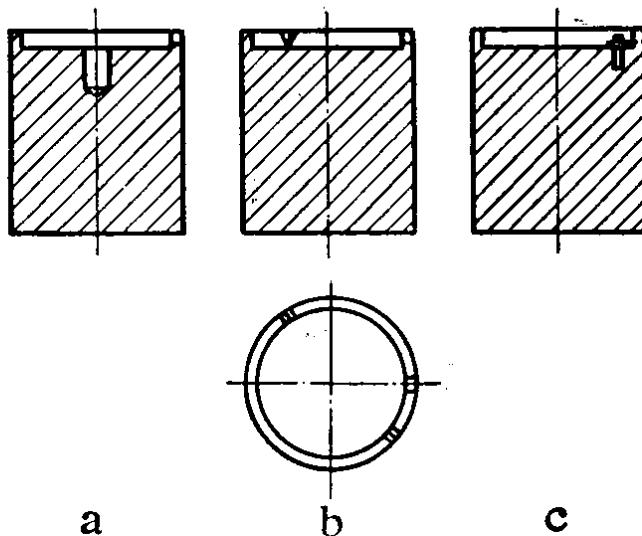

图 1-13 专用表架
11. 表架 表架用来支放主夹板。通常分为专用表架与活动表架。专用表架（见图 1-13）又可分为装主传动轮系的传动表架；装上条拨针机构、辅助传动以及装表盘、表针的盘针表架；以及装表壳的装壳表架等。在装壳表架上有一小